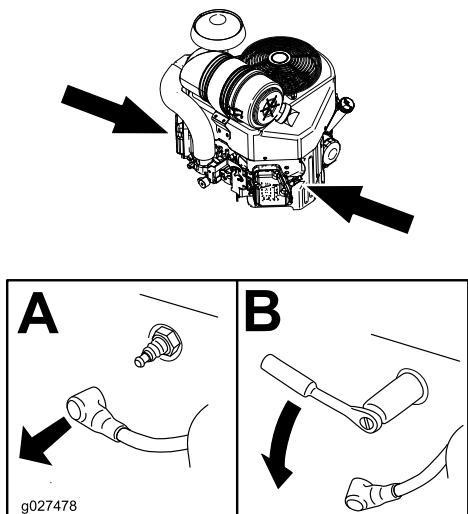

Figura 33
3. Individuate la posizione della/delle candela/e come illustrato nella Figura 33 e rimuovetele.